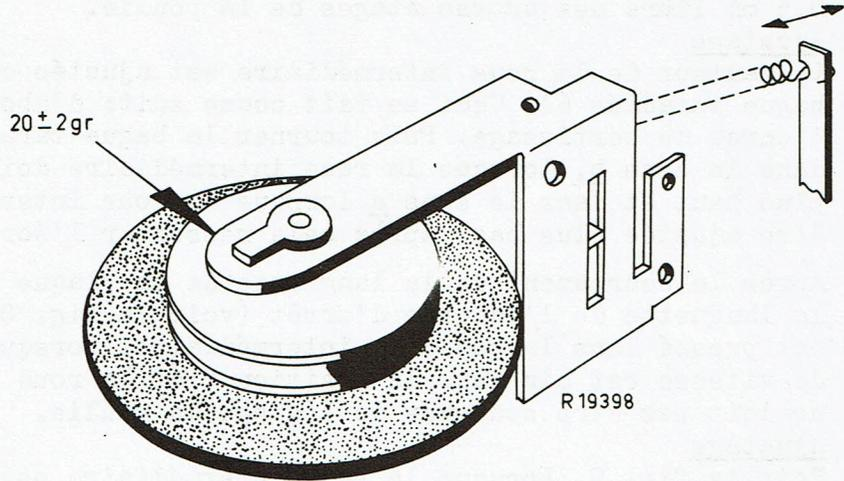

Fig.10
5. La force avec laquelle la roue intermédiaire est tirée vers l'intérieur doit être comprise entre 18 et 22 gr. mesurée à l'extrémité de l'équerre de la roue intermédiaire (voir la fig. 10).